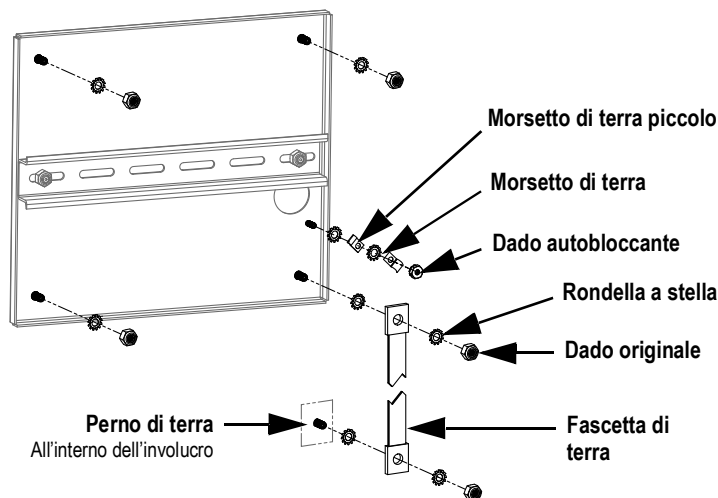

Figura 2-29. Messa a terra dello schermo della piastra posteriore
3. Fissare l'altra estremità della fascetta di terra a un perno di messa a terra all'interno dell'involucro con rondelle a stella su entrambi i lati della fascetta di terra, vedere la Figura 2-29. Assicurarsi che la fascetta di terra rimanga sufficientemente tesa per aprire e chiudere la porta dell'involucro.
**NOTA:** assicurarsi che il morsetto di terra piccolo sia installato per primo, quindi installare il morsetto di terra, vedere la Figura 2-29 a pagina 30.